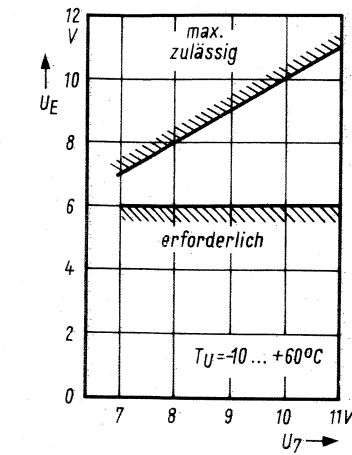

Bild 3. Zulässige Streulimiten für die Eingangsimpulse („1“-Zustand) in Abhängigkeit von der Betriebsspannung
- Erforderliche Eingangsspannung "1"-Zustand (Bild 3): $6...U_7 \text{ V}$
Aus den Bildern 3 und 4 kann man die Eingangsdaten einer Frequenzteilerstufe bei verschiedenen Betriebsspannungen entnehmen. Die Eingangsimpulse müssen einerseits mindestens eine Amplitude von 6 V haben, andererseits darf ihre Amplitude nicht größer als die Betriebsspannung (U_7) sein. Dieser Bereich ist in Bild 3 dargestellt. Die im „0“-Zustand am Eingang liegende Spannung soll kleiner als 1 V sein. Mit Hilfe der Eingangskennlinie (Bild 4) kann der Eingangswiderstand einer Teilerstufe berechnet werden. Der statische Eingangswiderstand liegt danach zwischen 6 k Ω und 9 k Ω .